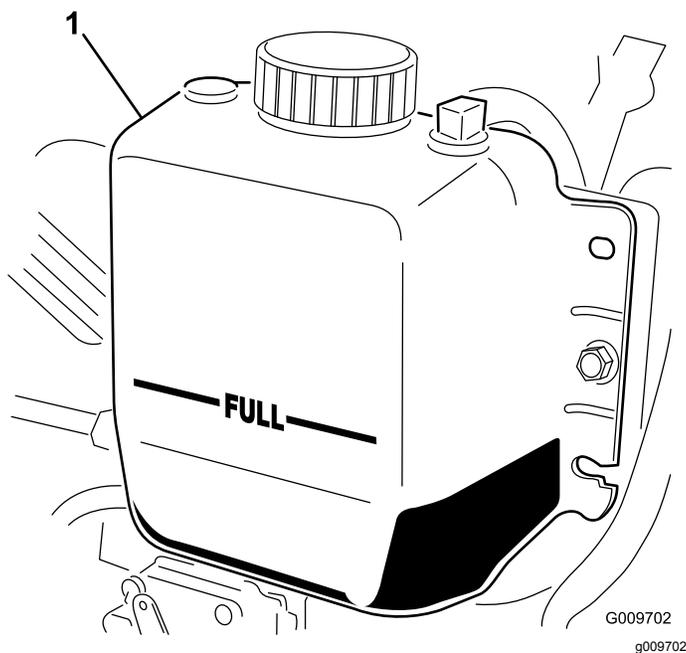

図 111
3. ラジエター内部の液量を点検する。ラジエターは補給口の首の部分まで、補助タンクはFULLマークまであれば適正です 図 111。